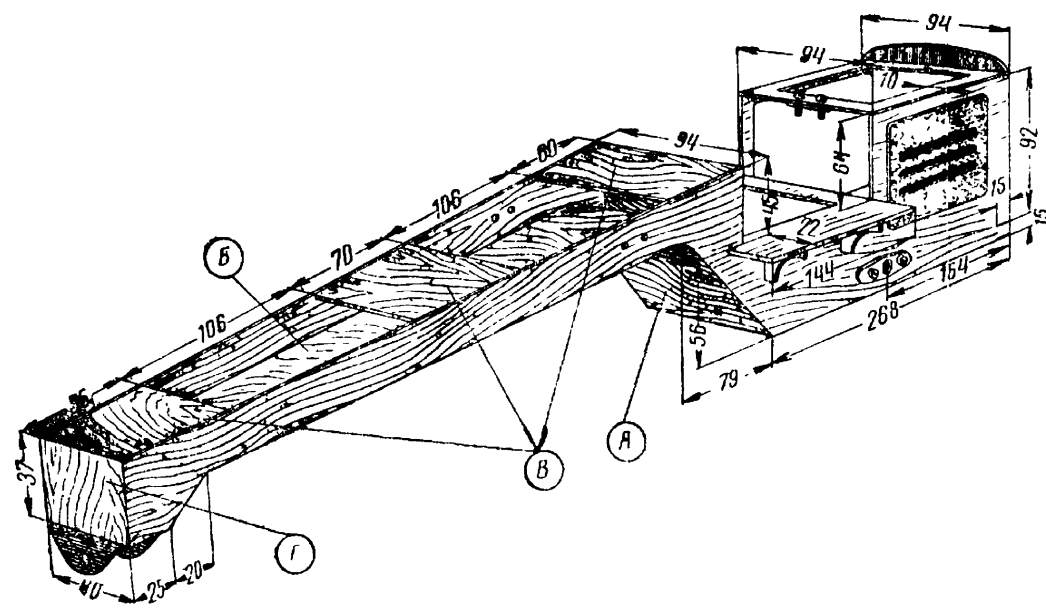
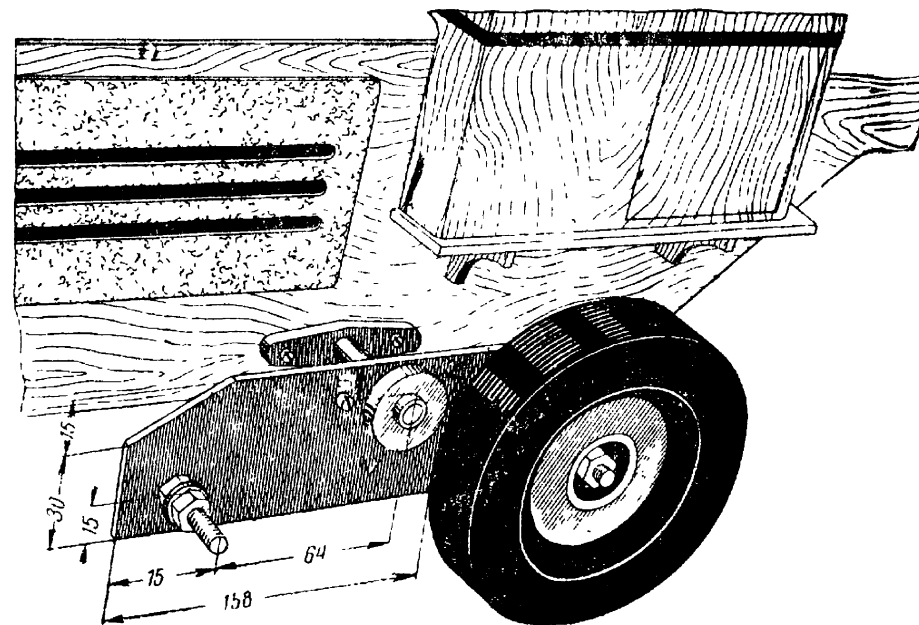

Рис. 1
Рис. 3
**Рама.** Левую и правую боковины основной рамы (рис. 1) выпилите как одно целое с боковыми стенками капота для двигателя. Горизонтальная площадка 144×138 мм скрепляет под кабиной раму. В площадке сделайте пазы для шипов боковин кабины. В середине выпилите отверстие, которое необходимо для лучшего доступа к редуктору задней ведущей оси. Чтобы фанера не провисала или не корбила, к выступающим частям площадки снизу подклейте по два уголка-кронштейна из фанеры.
Стенки капота скрепите сверху прямоугольной рамкой 88×162 мм, вставьте ее между боковинами и лобовой частью радиатора. В боковинах на глубину 15 мм сделайте лобзиком пропил для установки буфера. Створки капота лучше сделать открывающимися на петлях или вставными. Это облегчит установку и регулировку редуктора и двигателя. Облицовку радиатора спаяйте из 1,5 мм медной проволоки. Выпилите из фанеры шаблон, воспроизводящий очертания облицовки, и сделайте на нем вырезы по толщине провода. Из провода сделайте семь скоб. Наложите скобочки на шаблон, чтобы концы их вошли в вырезы, и загните концы (кроме крайних и средних) с противоположной стороны шаблона. Обтяните шаблон по контуру таким же проводом и припаяйте его к скобам (см. рис. на обложке). Снимите облицовку с шаблона и натяните на нее мелкую металлическую сетку. Затем припаяйте сетку к ободку облицовки. Лишнюю сетку, выступающую за края ободка, обрежьте ножницами и зачистите напильником. В лобовой части радиатора сделайте сверху и снизу по три отверстия, проденьте в них концы крайних и средних скоб и загните их с обратной стороны радиатора. Верх капота выстругайте из прямослойной сосновой дощечки размером 10×94×165 мм. Обработайте напильником и шкуркой верх капота и приклейте его после установки двигателя к прямоугольной рамке, вставленной ранее между боковинами. Верх капота можно сделать и съемным. Для этого надо только привинтить к рамке две пластинки с резьбой для винтов, на которых будет держаться верх капота (рис. 1). Снизу раму (под капотом и кабиной) прикройте фанеркой размером 272×94 мм, вставив шины в пазы боковин.
Задний мост (рис. 3) является ведущим узлом модели. Он состоит из оси, подшипников основной рамы, балансиров, подшипников балансиров, полуосей колес, подшипников колес, передаточных шкивов. Ось — стальной ровный пруток длиной 182 мм и диаметром 6 мм. Она проходит через основную раму и вращается в ее подшипниках — бронзовых или латунных трубках длиной 20—25 мм, выточенных вместе с фланцами (рис. 1, 3). Фланцы должны быть овальными. Просверлите в них по два отверстия для крепления болтиками к боковинам основной рамы. При толщине фланцев 3 мм длина втулок подшипников рамы 19 мм. Подшипники расположите точно друг против друга. Следите, чтобы ось, помещенная в них, вращалась свободно. На ось по бокам рамы наденьте балансиры, к которым привинтите подшипники такой же конструкции, как и подшипники рамы. Балансир — это дюралевая пластинка (толщиной 3 мм и длиной 158 мм), на которой, кроме подшипника, установлены две полуоси задних колес. Каждая полуось — это винт длиной 40 мм и диаметром 6 мм. Винт пропустите через отверстие в балансире, затяните гайкой так, чтобы он оставался все время неподвижным.